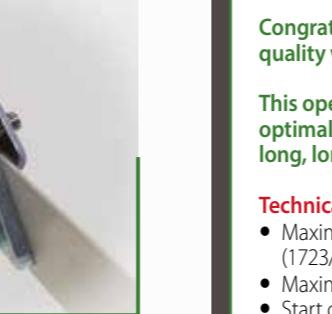

Fig. 1
3. Fit 1 x clamp (10) loosely onto the sill bracket (7). Choose the most suitable set of holes, so that the uppermost edge of the sill bracket is flush with the sill profile on the greenhouse. Then, fix 1 x clamp (10) loosely on the window bracket (5) (Fig. 1). Use the enclosed screws (11) in the bag.
3. Не затягивая, установите 1 фиксатор (10) на держатель для рамы (7). Выберите такой ряд отверстий, чтобы верхняя кромка держателя для рамы была заподлицо с профилем рамы теплицы.
- Затем, не затягивая, установите 1 фиксатор (10) на держатель для окна (5) (рис. 1). Используйте винты (11) из пакета с крепежом, включенного в комплект.
4. Втолкните цилиндр отверстием А в отверстие В на муфте (3), соедините отверстия А и Б шплинтом (9).